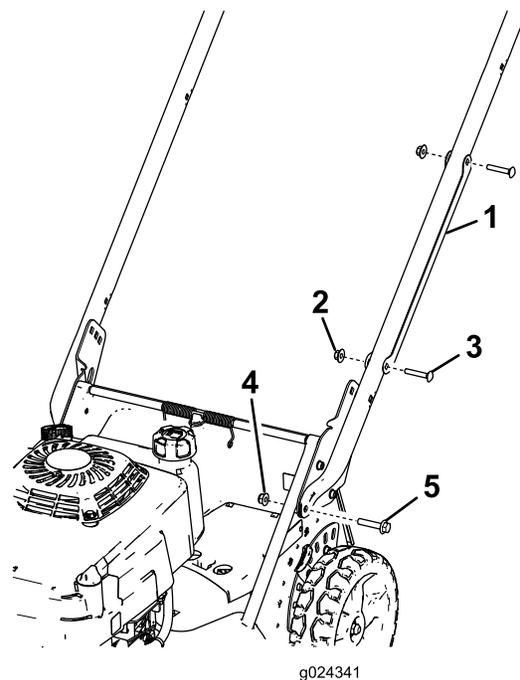

Рисунок 3
1. Снимите направляющую троса с рукоятки (Рисунок 3), удалив два каретных болта и две контргайки, которые крепят ее к рукоятке.
- Установите концы рукоятки на корпус газонокосилки и закрепите при помощи двух болтов с шестигранными фланцевыми головками (5/16 x 1½ дюйма) и двух фланцевых гаек (5/16 дюйма), как показано на Рисунок 3.
7. Расположите направляющую троса на рукоятке так, чтобы трос (тросы) был внутри направляющей, и прикрепите направляющую к рукоятке двумя каретными болтами и двумя контргайками, снятыми ранее (Рисунок 3).